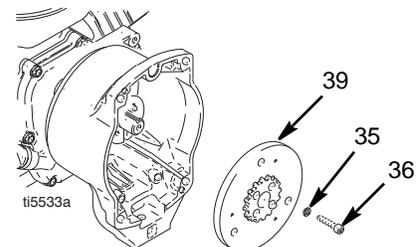

FIG. 7
9. FIG. 7. Utilize uma chave de percussão ou algo que sirva de cunha entre o induzido da embraiagem (39) e o cárter da embraiagem, para que o veio do motor fique seguro durante a remoção.
10. Retire os quatro parafusos (36) e as anilhas de segurança (35).
11. Retire o induzido (39).